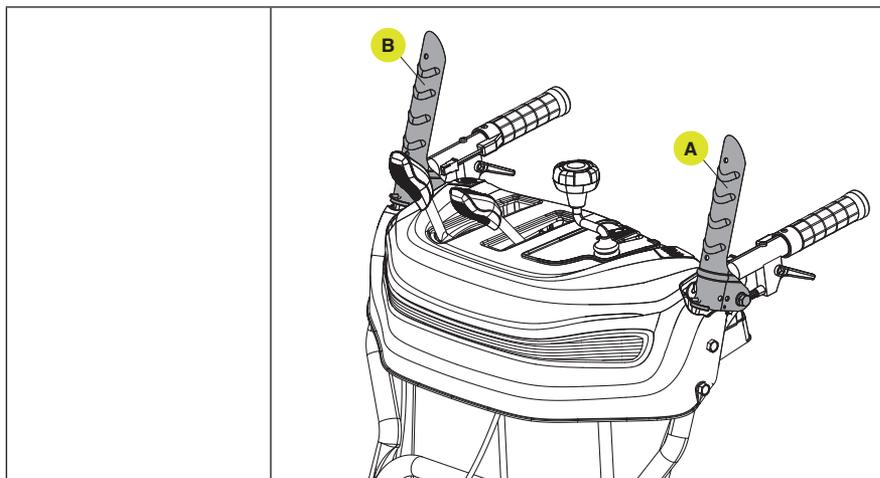

Figure 30
- Lorsque les leviers de commande de l'entraînement et de la tarière sont tous deux complètement enfoncés, relâchez le levier de commande de la tarière (A) tout en maintenant le levier de commande de l'autopropulsion (B) complètement enfoncé. Le dispositif de verrouillage de l'embrayage maintient automatiquement le levier de commande de la tarière engagé tant que le levier de commande de l'autopropulsion est enfoncé. (Fig. 30)